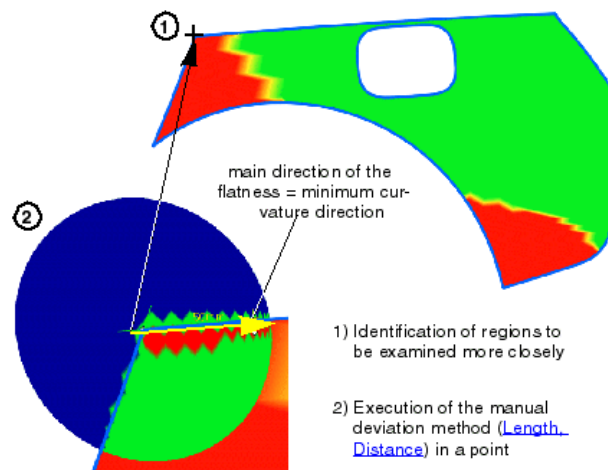

Figura 2.135 Ejemplo con Rotation angle=1°.
- A) **Planitud en una dirección (Rotation angle= 1°):** el punto de la superficie investigado se marcará en rojo (Figura 2.135) si la regla que gira alrededor de su punto central detecta un valor de curvatura por debajo del mínimo definido incluso en una sola dirección (dentro de este pequeño sector de 1 °).